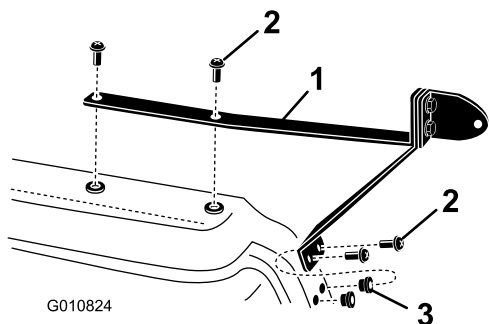

図 8
9. 各ドリル穴に、ナットインサートをセットする 図 8。
10. 上下のミラーブラケットをナットインサートに固定する平頭ねじ 1/4" x 1"4本で 図 8 のように固定する。